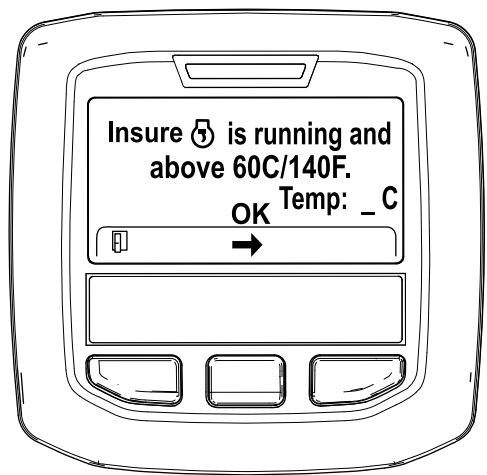

図 33
5. 冷却液の温度が 60°C 未満の場合には、Insure is running and above 60C/140F”エンジン作動と冷却水を確認と表示される 図 33。